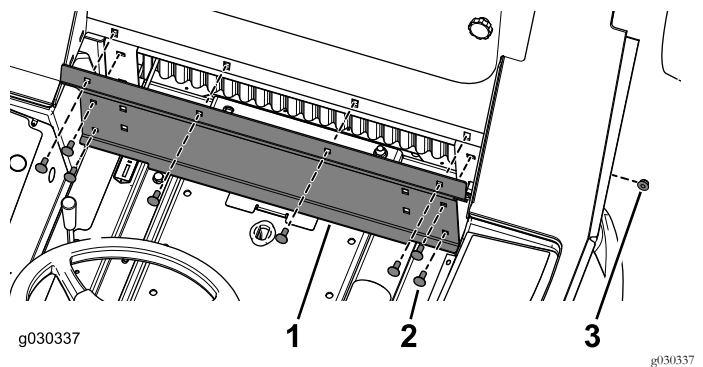

図 23
1. バックパネルをキャブに仮取り付けするキャリッジボルト 5/16 x ¾ インチ 8本、ロックナット 8個を使用する 図 23。